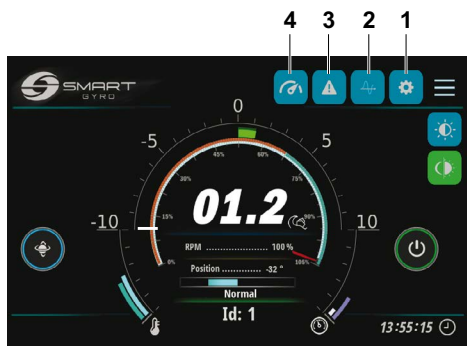
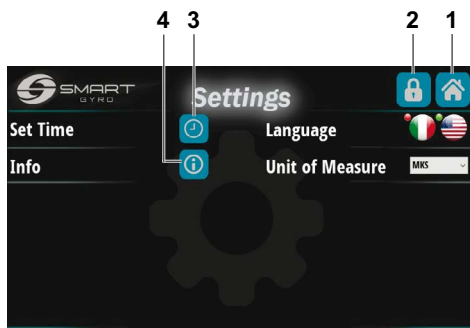
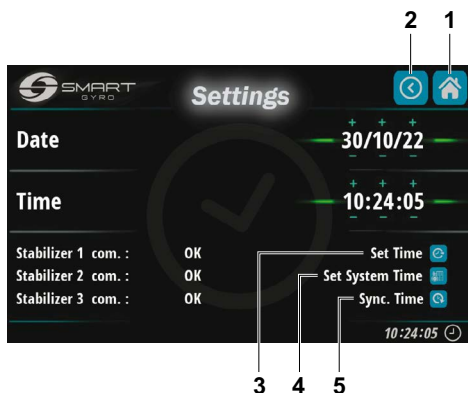
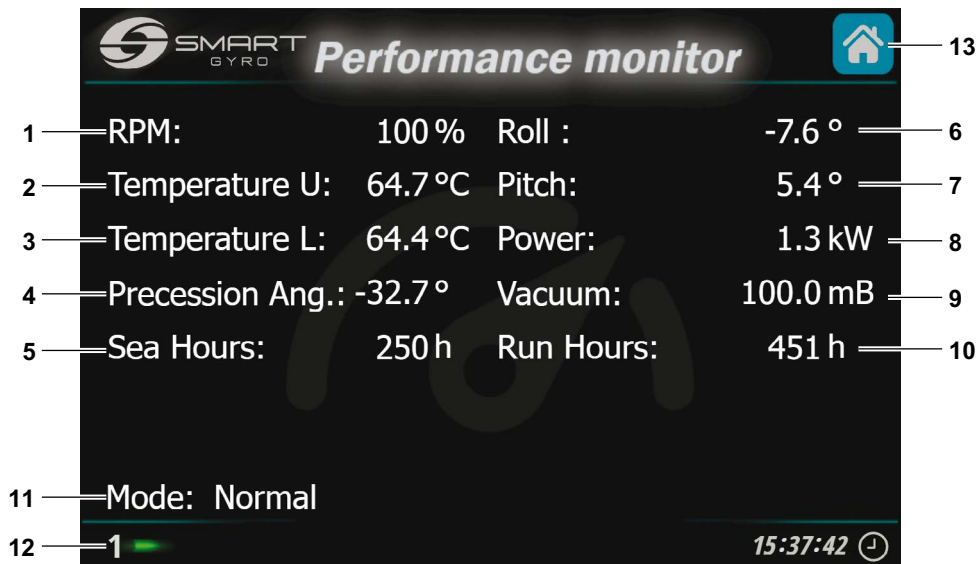

Bild 17
Bild 18
Bild 19
Bild33
3 Menyfunktionsikon	Genom att trycka ner denna ikon, är det möjligt att logga in på de olika sidorna på menyn. Se bild 17
Genom att trycka på menyikonsidan (bild 6, (3)), kan några funktionsikoner visas i det övre högra hörnet på skärmen (bild 17).
Genom att trycka ner inställningsikonen (bild 17, (1)) kommer du till inställningsmenysidan (bild 18).
Tryck ner ikonen i det övre högra hörnet (bild 18, (1)) så kommer du tillbaka till startsidan.
Genom att trycka ner ikonen med ett hänglås på (bild 18, (2)) kommer du till den lösenords-skyddade sidan (endast tillgänglig för servicepersonalen) för att kunna inspektera/ändra vissa interna parametrar som vanligen kräver åtkomst vid den första installationen av gyro-systemet.
Tryck ner Set Time-ikonen med klocksymbolen på (bild 18, (3)) så kommer du till tid- och datuminställningssidan (bild 19).
När väl datum och tid är inställda, sparas de i minnet i gyrons kontrollbox genom att man trycker på den näst översta ikonen i det nedre vänstra hörnet (bild 19, (3)).
Genom att trycka på ikonen i mitten (bild 19, (4)) sparas tid och datum i minnet till displayen.
Slutligen trycker man på ikonen allra längst ner (bild 19, (5)) som tar bort dessa data och på skärmen visas aktuellt datum och tid avläst från den interna realtidsklockan i gyrons kontrollenhet.
Genom att trycka på startside-ikonen i det övre högra hörnet (bild 19, (1)) återkommer du till startsidan.
Tryck på tillbaka-ikonen i det övre högra hörnet (bild 19, (2)) för att återkomma till inställningssidan (bild 18).
Tryck på informationsikonen (bild 18, (4)) för att visualisera programvaruversionen för både displayen och kontrollenheten (installerad på gyrosystemet) (bild 22).
Genom att trycka på larmikonen (bild 17, (3)) kommer du till larmsidan.
Genomatt trycka nerprestandaöver-vakningsikonen (bild 17, (4)) kommer du till prestandaövervakningssidan (bild 33).